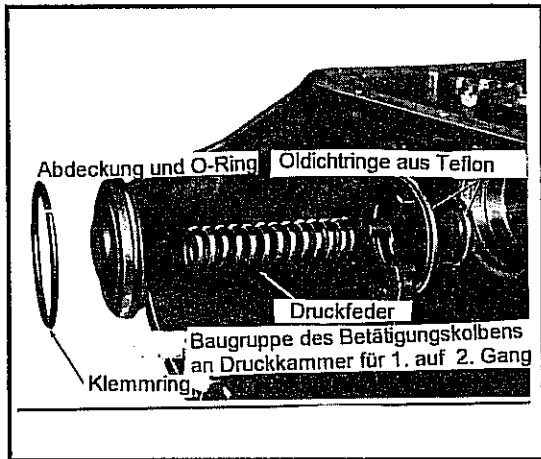

Abb. 10-62 Druckkammer für 1. auf 2. Gang an Kupplung 2. Gang
- Die Abdeckung des Kolbens in der Druckkammer mit dem O-Ring aus dem Getriebegehäuse entfernen. Siehe Abb. 10-62.
- Den Kolben sowie die Druckfeder entfernen, wie in Abb. 10-62 gezeigt.
- Den Kolben mit Druckfeder in der Gehäuseaufnahme einsetzen. Siehe Abb. 10-62.